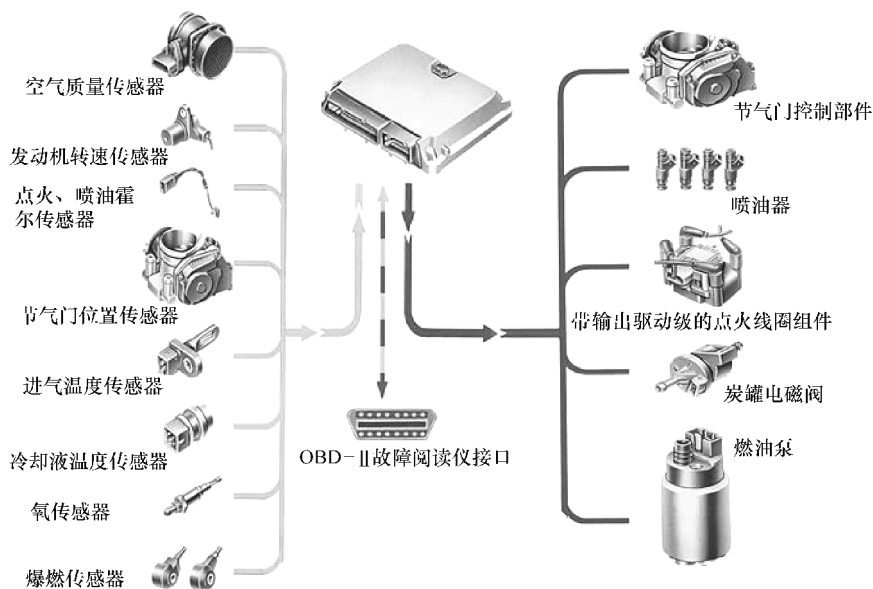

图 5-3 大众新迈腾 L 型系统
(2) L 型系统 L 型系统采用空气流量传感器直接测量发动机进气量，由 ECU 根据进气量以及各种传感器确定喷油量，如图 5-3 所示。